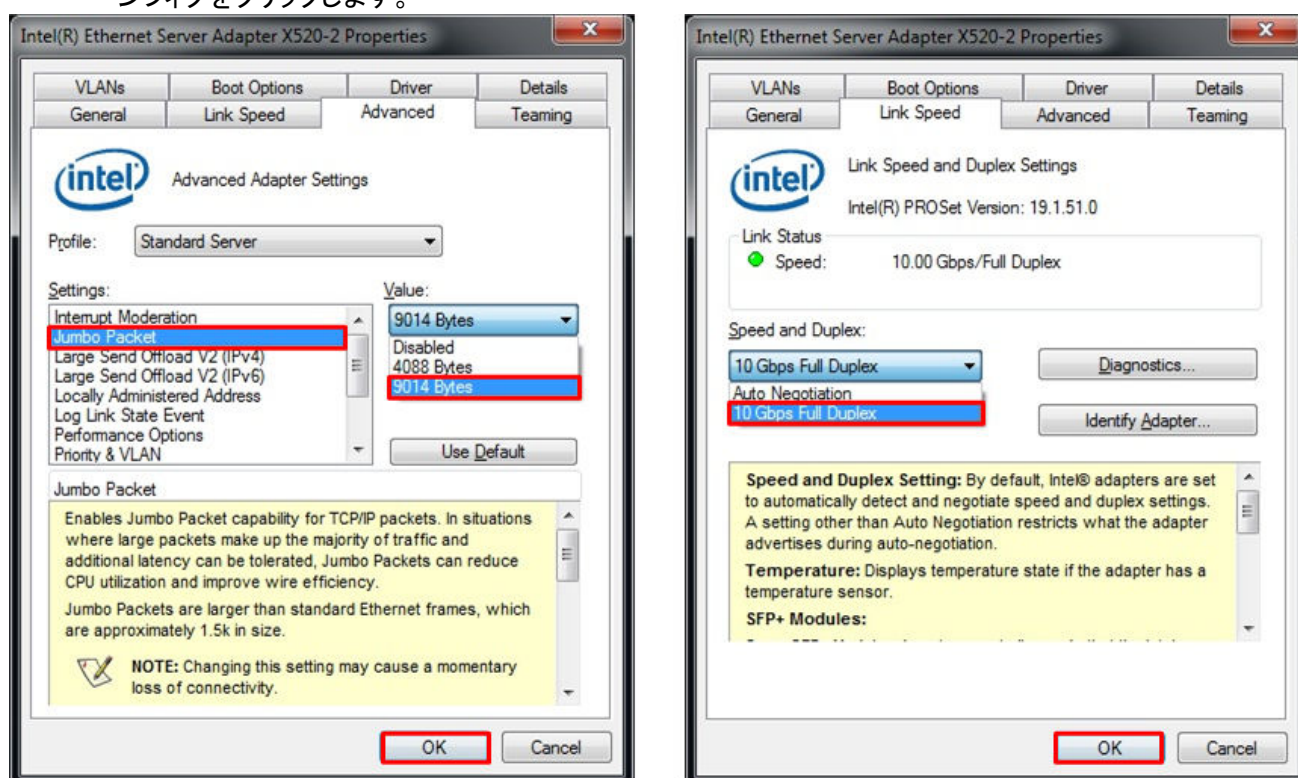

図 6: リンク速度とジャンボフレーム設定
- アドバンスタブにて、ジャンボパケットを選択し、図 6 の左図の様に、ジャンボフレームを評価する場合“9014 バイト”に、非ジャンボフレーム評価の場合、“Disabled”を設定します。
- リンクスピードタブにて、図 6 の右図の様に 10 ギガビット転送テストのために、“10 Gbps Full Duplex”を選択します。